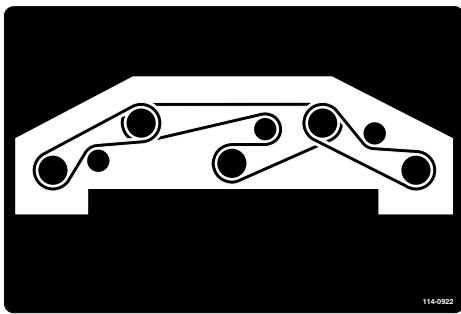

図 126
8. スピンドルプーリとアイドラプーリアセンブリに新しいベルトを回しかける 図 126。